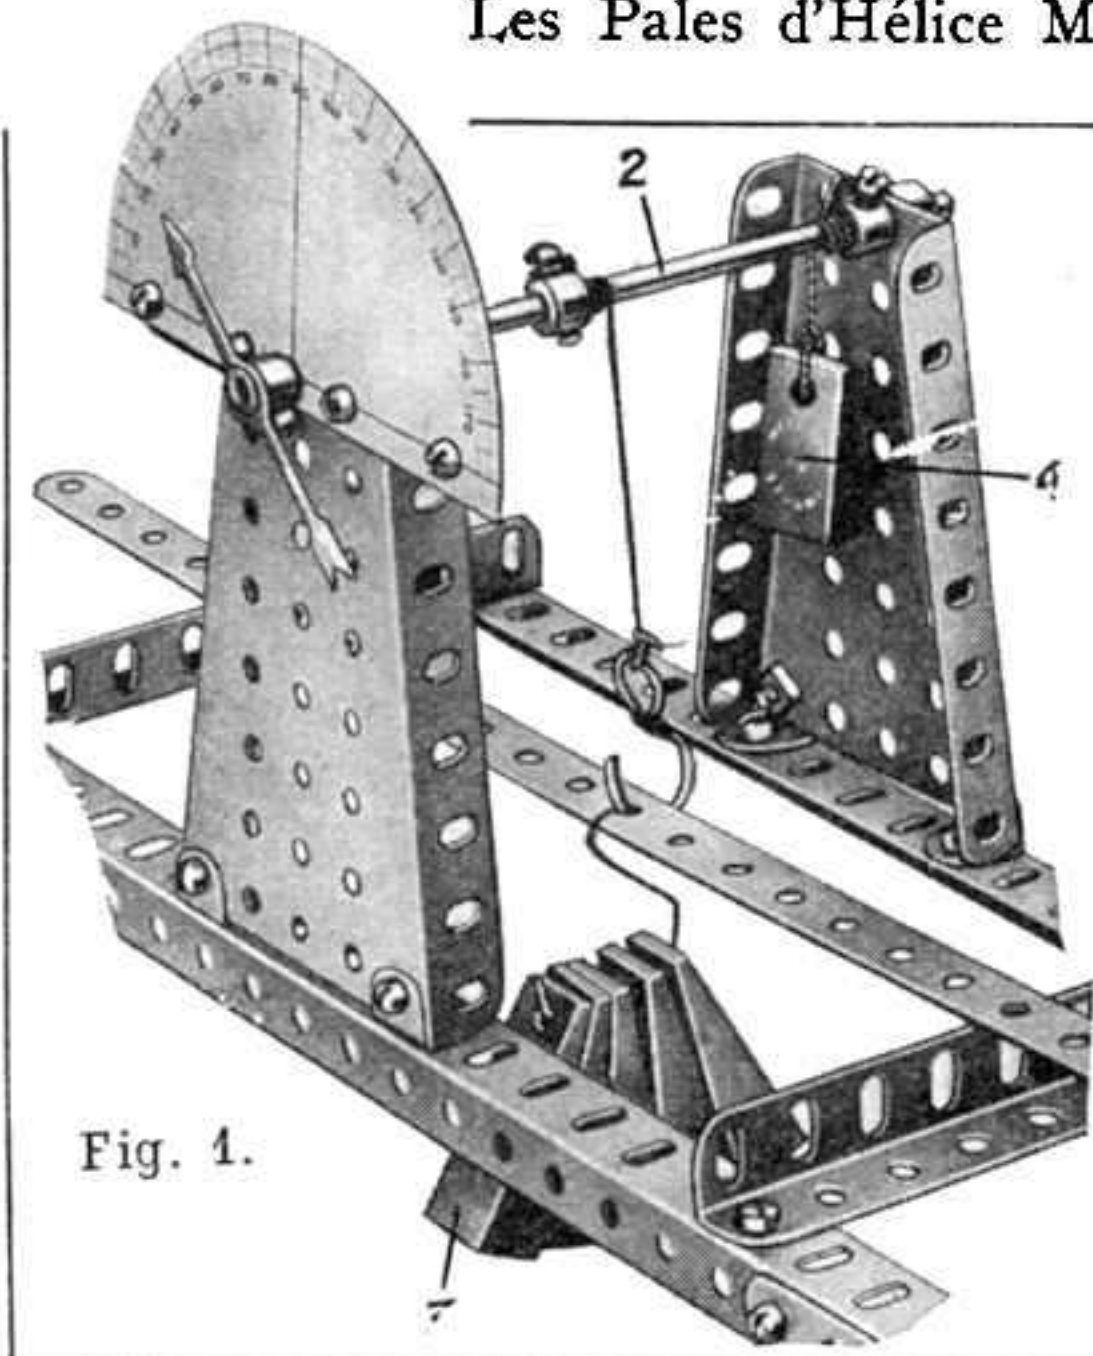

Fig. 1.
La Fig. 1 représente une partie d'un dispositif servant à mesurer la flexion d'une pièce sous l'action de poids différents. Afin de mesurer la résistance d'une poutre (représentée dans le modèle par une Bande Meccano) il faut connaître le poids exact exerçant la pression. Sur la Fig. 1 on voit cinq Poids Meccano de 50 grammes (3) suspendus à la Bande au moyen d'un Crochet Scientifique.